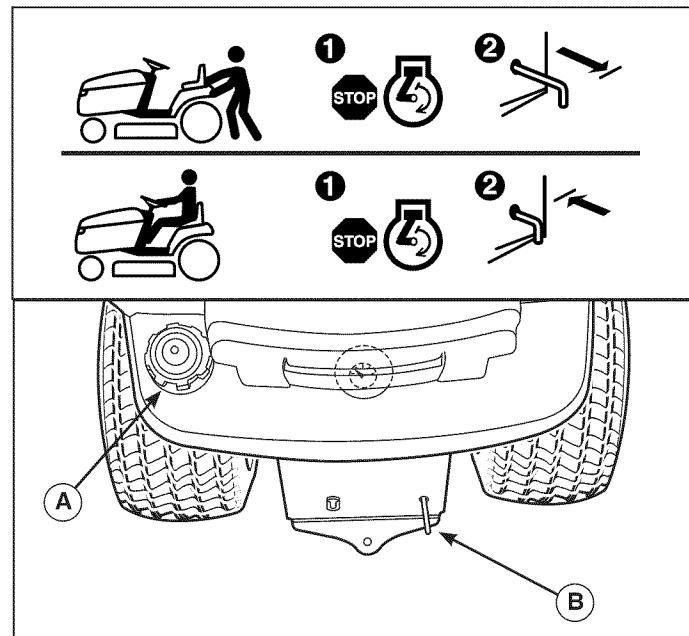

Figura 7
2. Tire de la palanca de liberación de la transmisión (**B**, Figura 7) hacia atrás aproximadamente 2-1/2" (6 cm) para bloquearla en la posición de liberación.